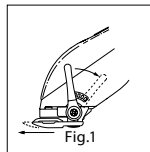

Fig.1
- Le levier de réglage de la hauteur de coupe est positionné comme indiqué sur la figure 1. Il permet de varier la longueur de la coupe tout en coupant.